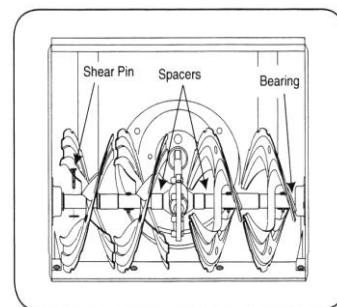

Figura 19
- O trado é fixado ao eixo espiral com dois pinos de cisalhamento e dois pinos de contraporca. Se a trado atingir um objeto estranho ou um encravamento de gelo, o limpa-neves é concebido para que os pinos possam tosquiar. Ver figura 19.